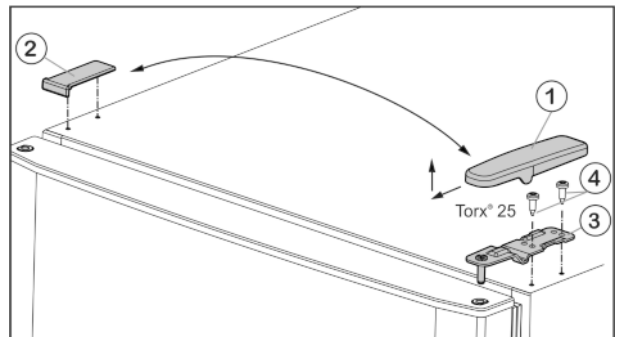

Fig. 4
- ▶ Відведіть кришку Fig. 4 (1) вперед і вгору.
- ▶ Зніміть кришку Fig. 4 (2).
- ▶ Викрутіть верхній опорний кронштейн Fig. 4 (3) (2 шт. Torx® 25) Fig. 4 (4) і відведіть вгору.
- ▶ Встановіть верхній опорний кронштейн Fig. 4 (3) в дверцята на новий бік шарніра.
- ▶ Прикрутіть верхній опорний кронштейн (з моментом 4 Нм) гвинтами (2 шт. Torx® 25) Fig. 4 (4). У разі необхідності скористайтеся акумуляторним гвинтокрутом.
- ▶ Встановіть і зафіксуйте кришку Fig. 4 (1) з протилежного боку ззовні.
- ▶ Також встановіть згори і зафіксуйте кришку Fig. 4 (2) з протилежного боку.